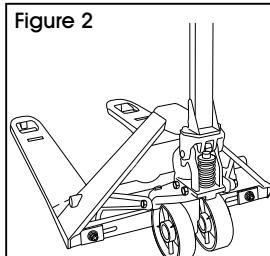

Figure 2
1. Pompez la fourche à plus de 17,8 cm (7 po) ou jusqu'à ce que les roues latérales touchent au sol. (Voir Figure 2)